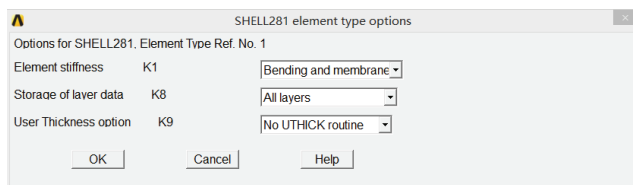

图 6-7 SHELL281 单元关键字设置对话框
3) 单击 Element Types 对话框上的 Options 按钮, 出现 SHELL281 element type options 对话框, 在 Storage of layer data K8 下拉菜单中选择 All layers, 如图 6-7 所示, 单击 OK 按钮关闭该对话框。